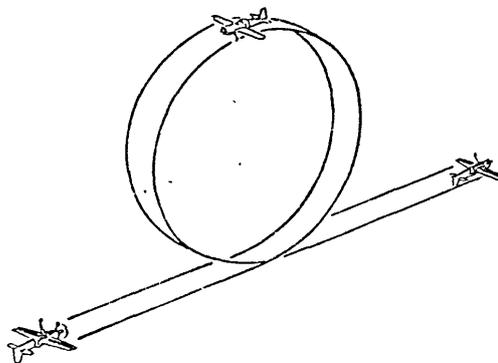

Рис. 20 Обратная петля вверх с перевернутого горизонтального полёта
3.7.26. Обратная петля вверх из перевернутого горизонтального полёта (рис. 20).